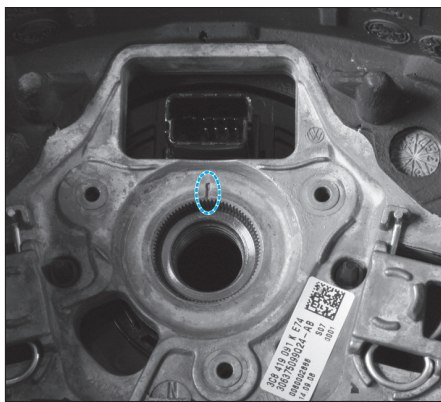

Fig. 2
- Respecter l'alignement des repères sur la colonne et le volant (Fig.2).